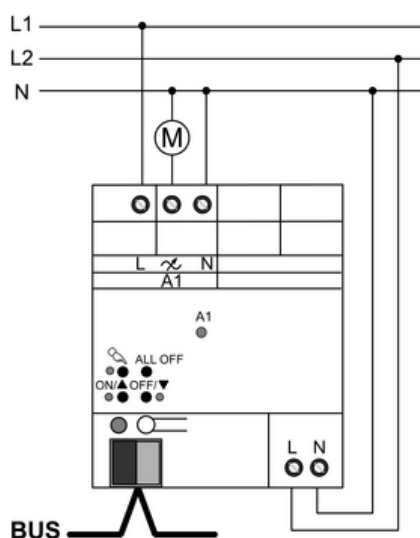

Figura 6: Actuador regulador de 1 elemento; Conexión para modo regulador de velocidad
- Conectar el dispositivo según el ejemplo de conexión (figura 6).